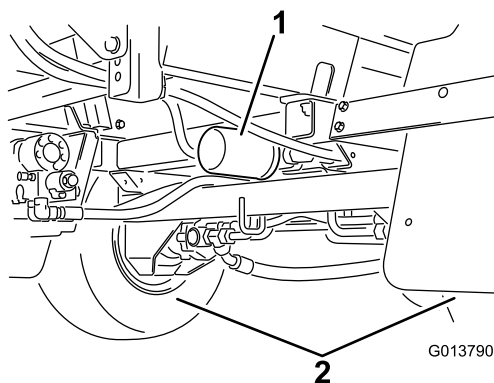

Figure 99
2. Localisez les 2 filtres hydrauliques sur la machine (Figure 98 et Figure 99).